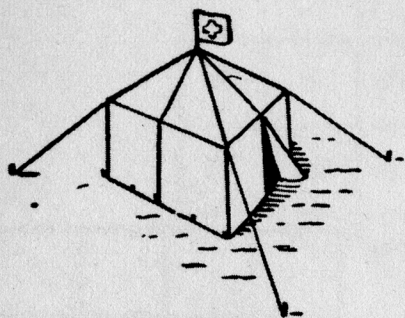

Abb. 35
13. Das Neuner-Turmzelt (Abb. 35) hat die Grundform des Dreier-Spitzzeltes, an welches 6 Zeltbahnen als senkrechte Wände angeknüpft werden müssen. Das Neuner-Turmzelt bietet zwar dem Wind und Wetter